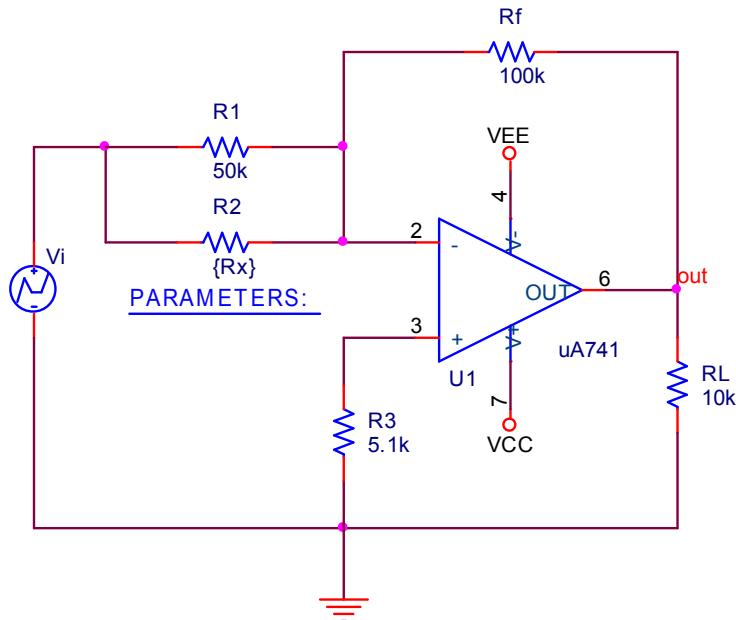

图 8.1.4 反相比例加法运算电路
8.1.4 反相比例加法运算电路如图 8.1.4, 验证电路功能。(fxbljf)